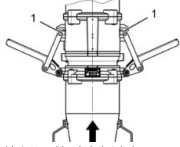

Abb. 9: Verschlusshebel einhaken
- Verschlusshebel des Steckers an der Rille der Steckdose einhaken (Abb.9/1)